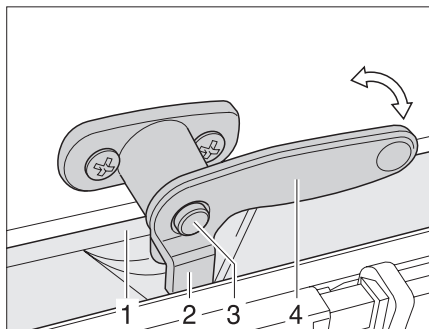

Bild 24 Verriegelungshebel mit Sicherungsknopf in Stellung „geschlossen“
- ▶ Falls vorhanden, den Sicherungsknopf (Bild 24,3) drücken und gedrückt halten.